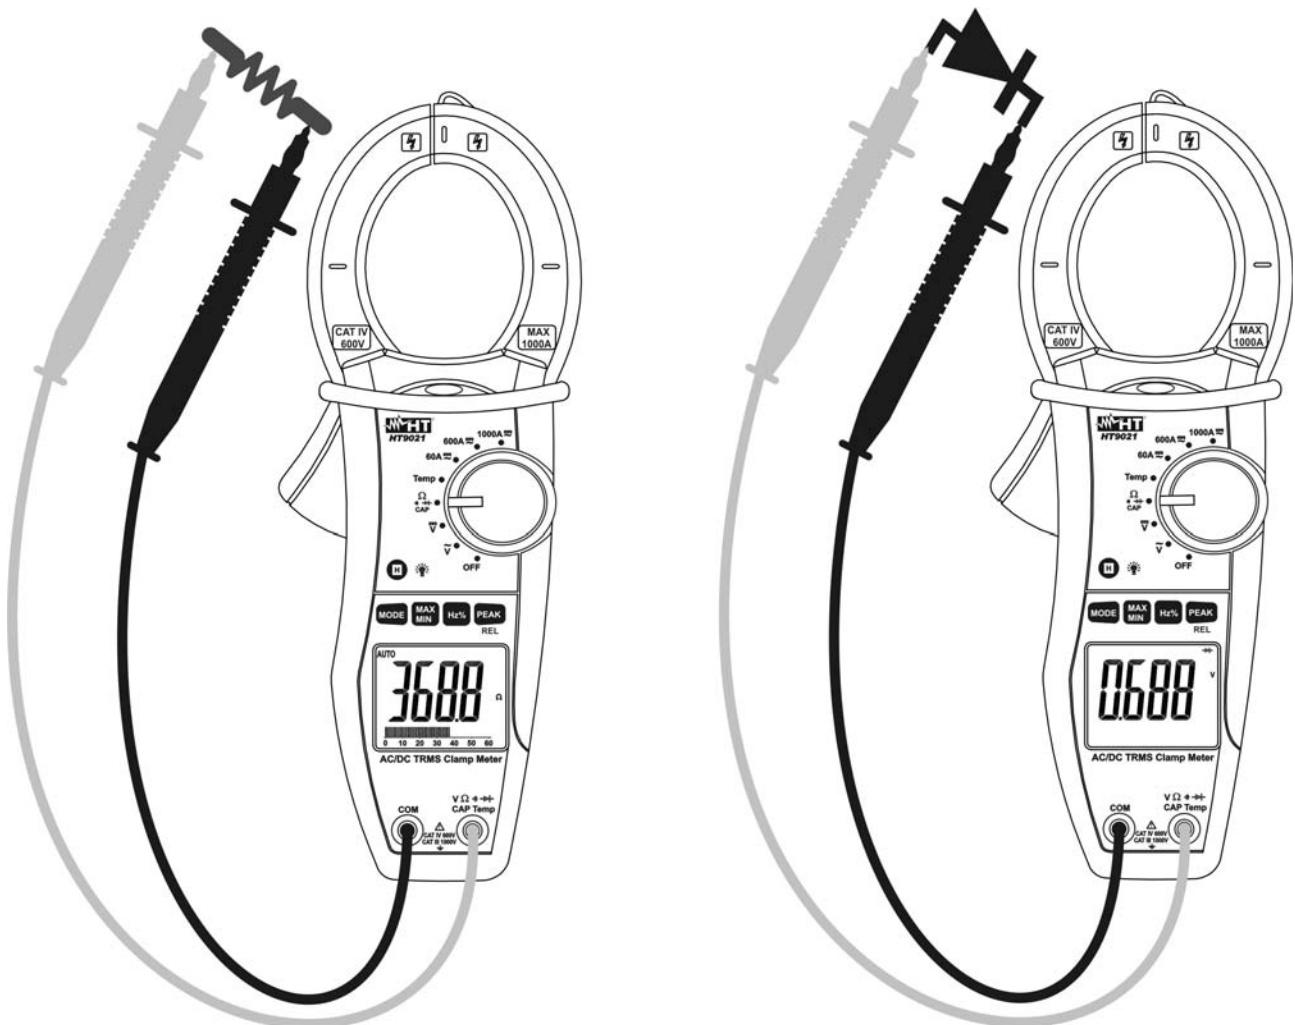

Fig. 6: Uso della pinza per Test Continuità e Prova Diodi
3. Inserire il cavo rosso nel terminale di ingresso $V\Omega \cdot \text{CAP}$ \rightarrow **CAP Temp** e il cavo nero nel terminale di ingresso **COM** ed eseguire il test di continuità sull’oggetto in prova (vedere Fig. 6 – parte sinistra). Il cicalino emette un segnale acustico quando il valore della resistenza misurata è inferiore a circa 60Ω
5. Connettere il puntale rosso all’anodo del diodo e il puntale nero al catodo in caso di misura di polarizzazione diretta (vedere Fig. 6 – parte destra). Invertire la posizione dei puntali in caso di misura di polarizzazione inversa